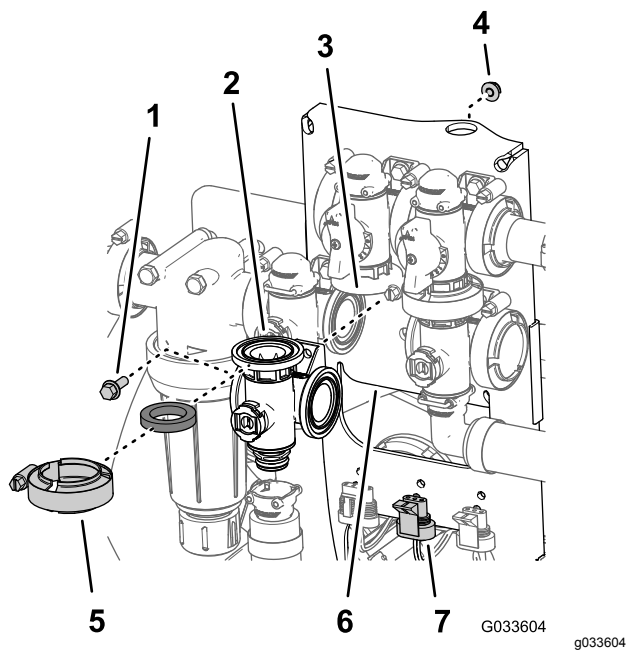

Figure 127
1. Alignez la bride du collecteur de la vanne d'agitation, un joint et la bride de la vanne de dérivation d'agitation (Figure 127).
9. Montez la vanne d'agitation sur le support à l'aide du boulon à embase et du contre-écrou (Figure 127) que vous avez retirés à l'opération 3 de Dépose de la soupape du collecteur d'agitation \(page 85\), et serrez l'écrou et le boulon à un couple de 10 à 12 N·m.